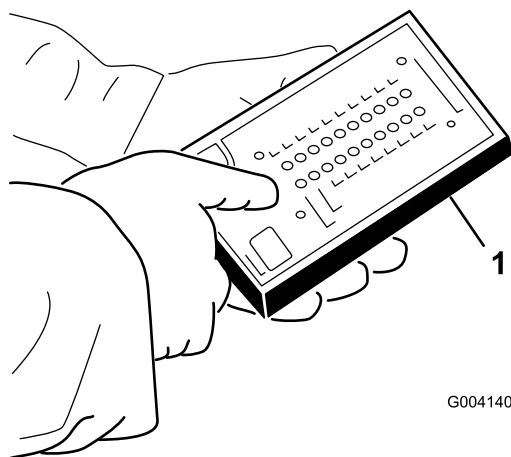

Рисунок 21
4. Подсоедините разъем диагностического прибора с дисплеем ACE к диагностическому разъему (Рисунок 21).